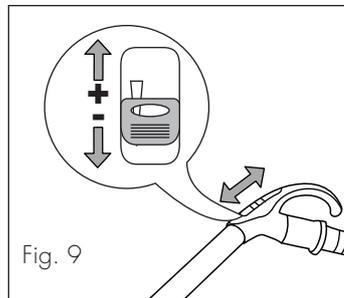

Fig. 9
Modelli con regolatore di potenza elettronico sull'impugnatura (C) (fig. 9)